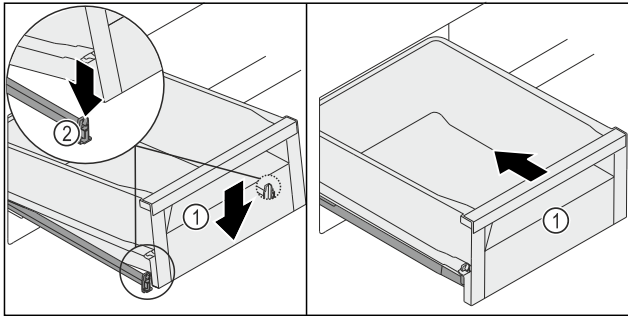

Fig. 126
- ▶ Schubfach Fig. 126 (1) vorne absenken, so dass das Schubfach links und rechts in die Klemme Fig. 126 (2) rutscht.
- ▶ Schubfach Fig. 126 (1) rastet hörbar ein.
- ▶ Schubfach Fig. 126 (1) einschieben.